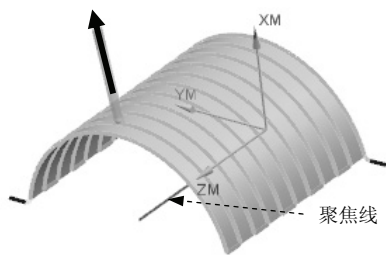
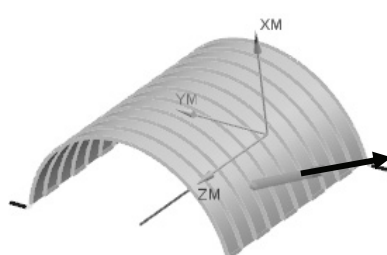

图 5.4.10 “远离直线”刀轴矢量（一）
图 5.4.11 “远离直线”刀轴矢量（二）
- **远离直线**：选择此选项后，系统弹出“直线定义”对话框，可以通过此对话框创建一条直线，刀轴矢量沿着聚焦线运动并与该聚焦线保持垂直，矢量方向从聚焦线离开并指向刀具夹持器，如图 5.4.10 和图 5.4.11 所示。参考文件路径为：D:\ugnx90.9\work\ch05.04\line_to.prt。